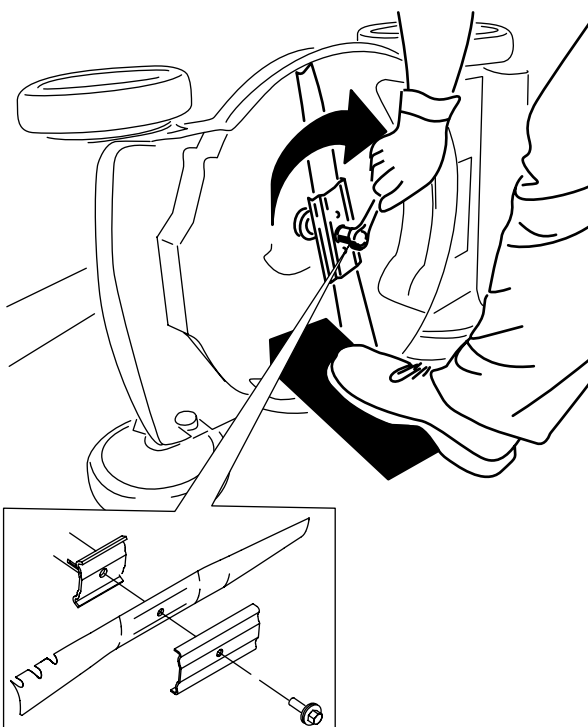

Figura 19
4. Instale la cuchilla nueva, el soporte y el perno de la cuchilla (Figura 19).